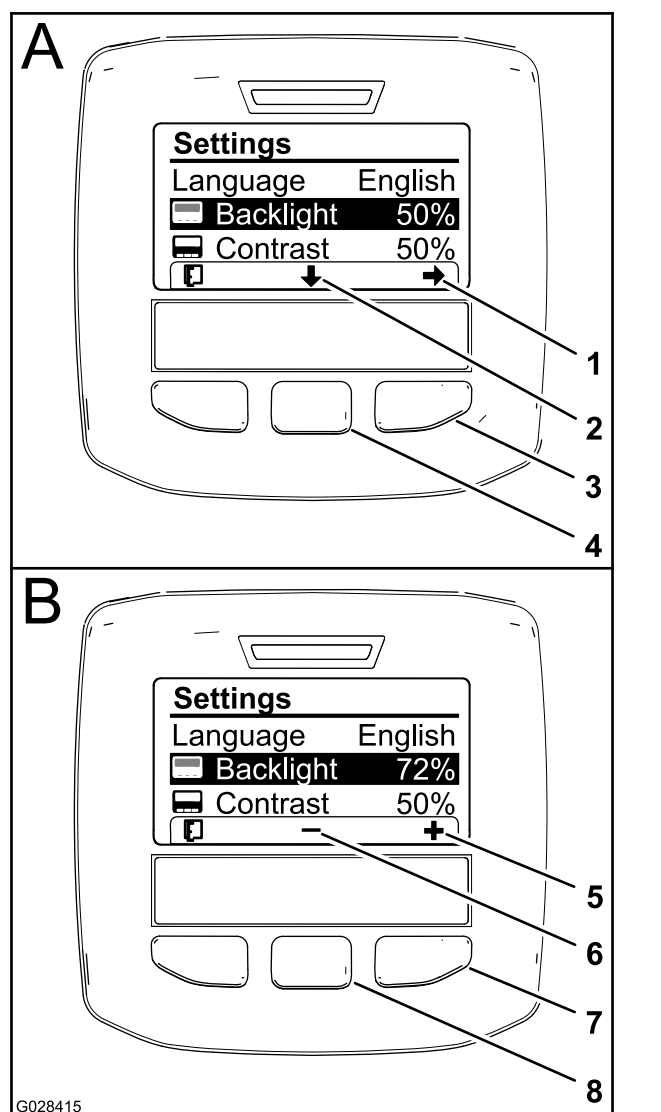

図 54
2. 表示に使用する言語を変更するには、中央ボタン画面上で下向きの矢印で示されているボタンを押し、画面を下にスクロールして Language という選択肢を出す 図 54。
3. 右ボタンを押すと数値の変更ができるようになる 図 54。
4. 中央ボタンと右ボタンとを使って表示画面の明るさを調整する (図 54)。
5. 左ボタン終了アイコンの下にあるボタンを押すと、選択中の項目が記憶され、設定メニューを終了し、メインメニューへ戻る 図 54。
6. 画面のコントラストを調整するには、中央ボタン画面上で下向きの矢印で示されているボタンを押し、画面を下にスクロールして Contrast という選択肢を出す 図 54。
7. 右ボタンを押すと数値の変更ができるようになる 図 54。
8. 左ボタン終了アイコンの下にあるボタンを押すと、選択中の項目が記憶され、設定メニューを終了し、メインメニューへ戻る 図 54。
9. 左ボタンを押すと、設定メニューを終了し、メインメニューへ戻る 図 52 と 図 54。
10. 左ボタンを押すとホーム画面に戻る 図 54。